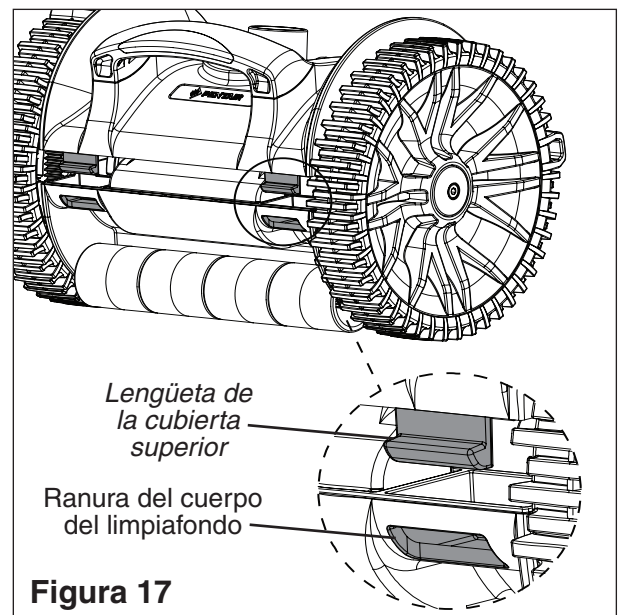

Figura 17
10. Coloque las lengüetas del lado posterior de la cubierta superior en las ranuras del lado posterior del cuerpo del limpiafondos. (Véase la **Figura 17**). Una vez que estas lengüetas encajen en las ranuras, la parte frontal de la cubierta encajará en su lugar.